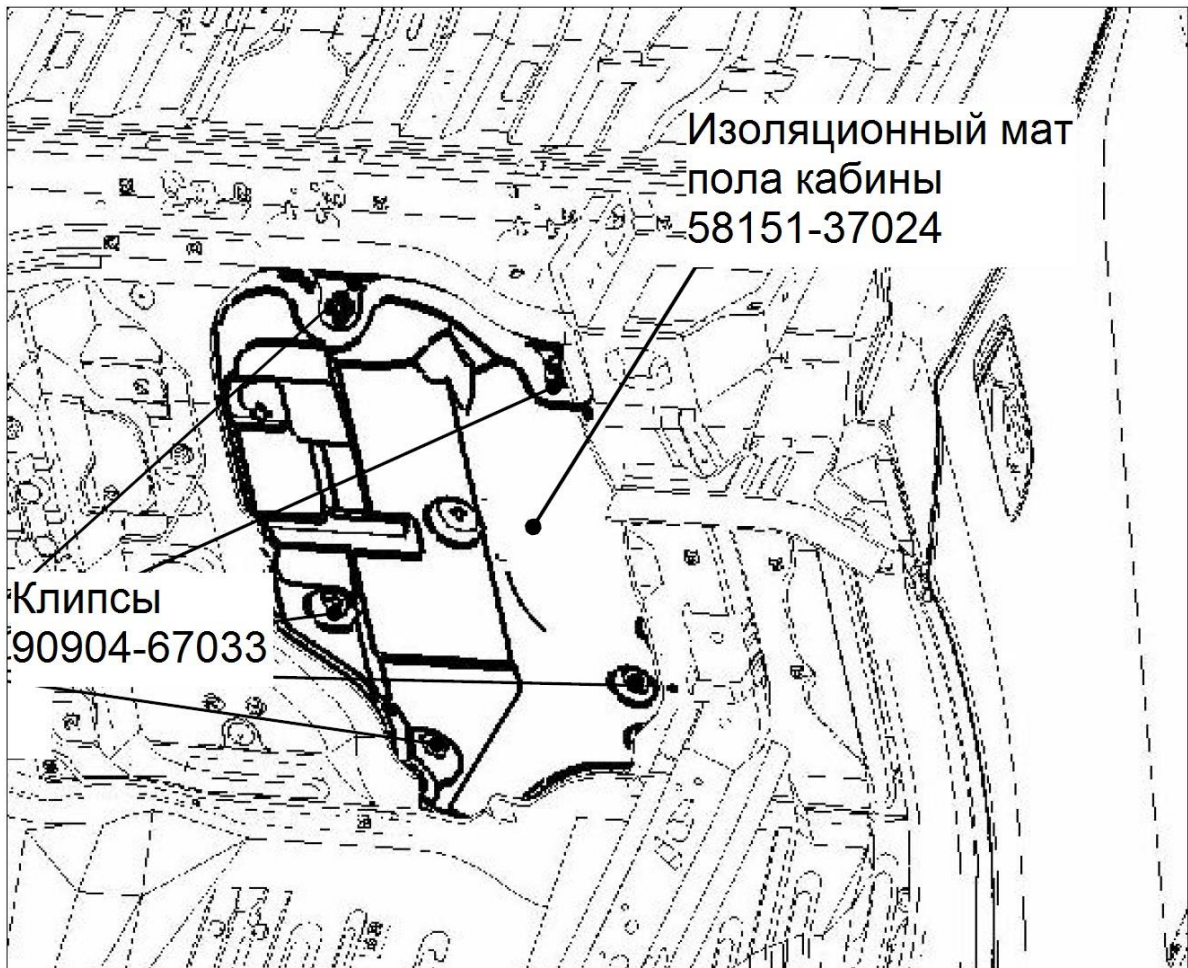

Рис.3
- 2) Произвести демонтаж поврежденного изоляционного мата. Установить новый изоляционный мат 58151-37024, используя клипсы 90904-67033 (Рис.3). Клипсы не подлежат повторному использованию.